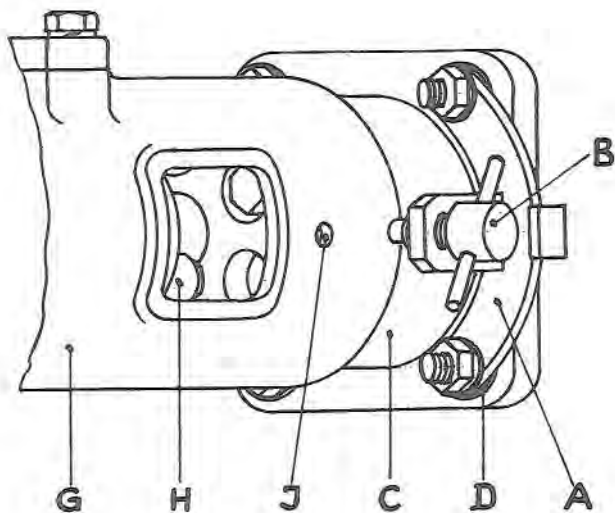

Fig.2
Kuppeln des Anhängers Fig. 2
Accouplement de la remorque Fig. 2
3. Pousser l'accouplement à articulation G sur la tubulure C. Si nécessaire, tourner l'arbre cardan jusqu'à ce que les chevilles d'entraîneur H engrèment. Fig. 2.
3. Aufschieben der Gelenkkupplung G auf Lagerstützen C. Nötigenfalls ist die Kardanwelle zu verdrehen, bis die Mitnehmerzapfen H eingreifen. Fig. 2.
4. Stellschraube B in Zentrierloch J schrauben und fest anziehen. Fig. 2.
4. Visser la vis de fixation B dans le trou de centrage J et fixer-là. Fig. 2.